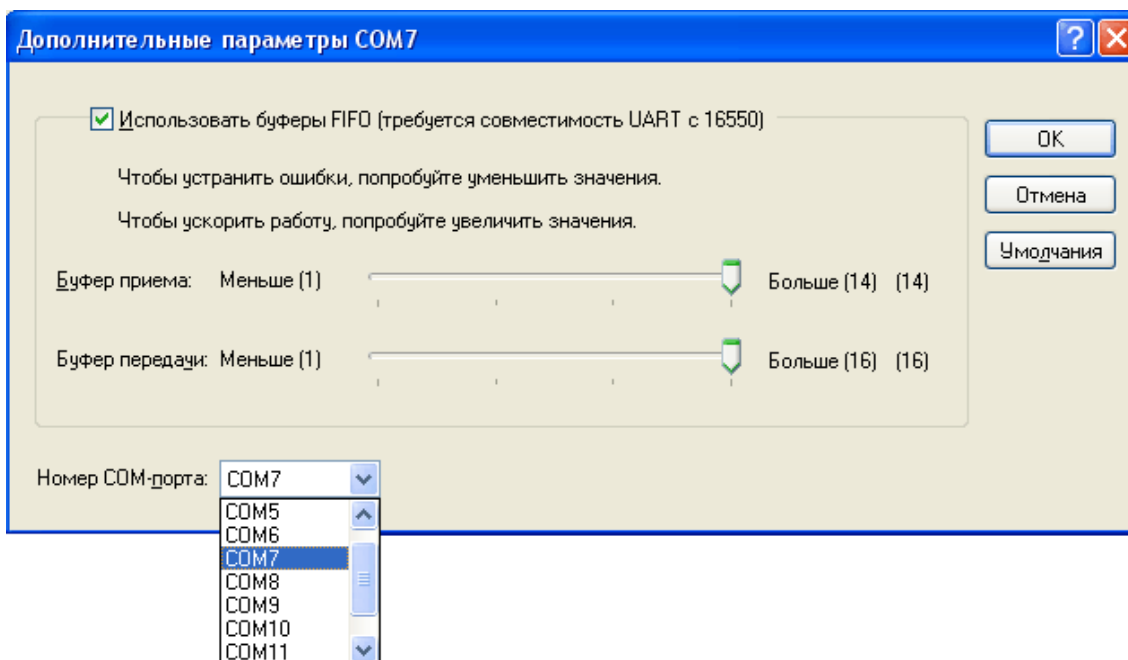

Рисунок 3 – «Дополнительные параметры COM-порта»
- в окне «Дополнительные параметры», в поле «Номер COM-порта», рисунок 3, выберите из списка номер COM-порта, который будет использоваться в программе – «COM7».